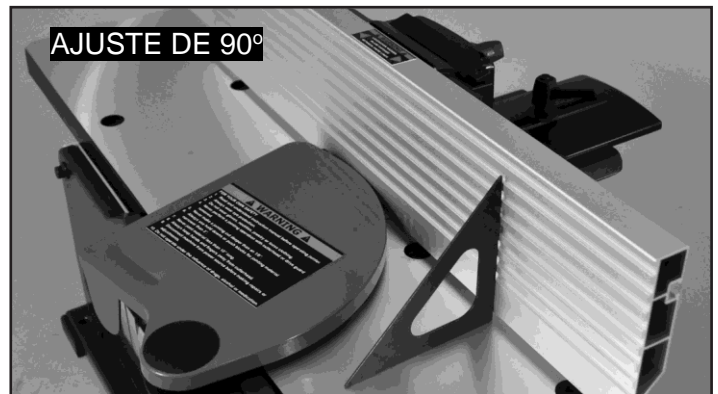

FIG. 19
2. Para inclinar la valla, afloje la palanca de bloqueo (B) e incline la valla al ángulo deseado. A continuación, vuelva a apretar la palanca de bloqueo. FIG. 19.
4. Ponga un cuadrado en la mesa con un extremo contra la valla y ajuste la valla hasta que esté exactamente 90 grados en la mesa. FIG. 19.